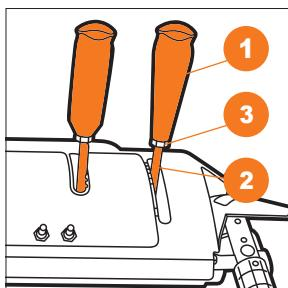

Рис. 10
- Накрутите рукоятки 1 рычагов управления на соответствующие штанги 2 и законтрите их гайкой 3 (Рис.10).